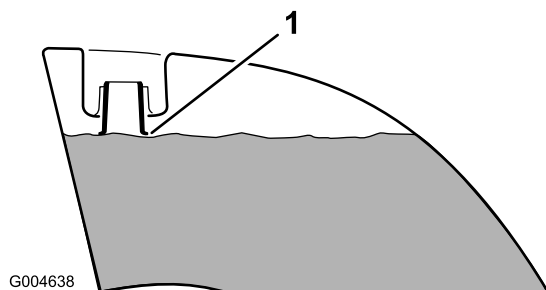

Figura 9
4. Aggiungete carburante in entrambi i serbatoi fin quando non è a livello con la base del collo del bocchettone (Figura 9). **Non riempite troppo i serbatoi.**